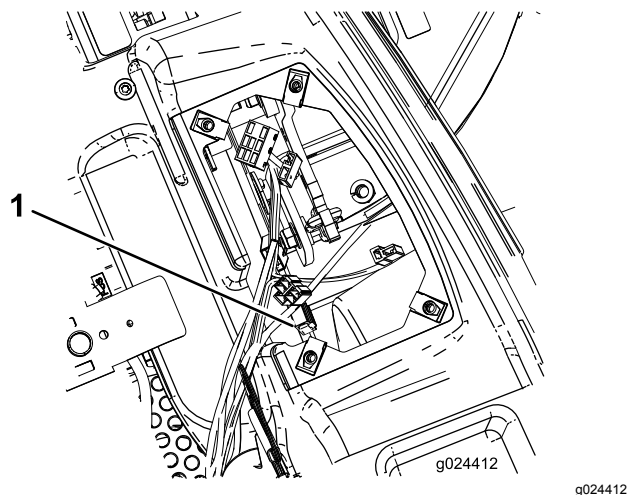

Figura 56
3. Afferrate il fusibile del motore ed estraetelo diritto dal portafusibili (Figura 56).